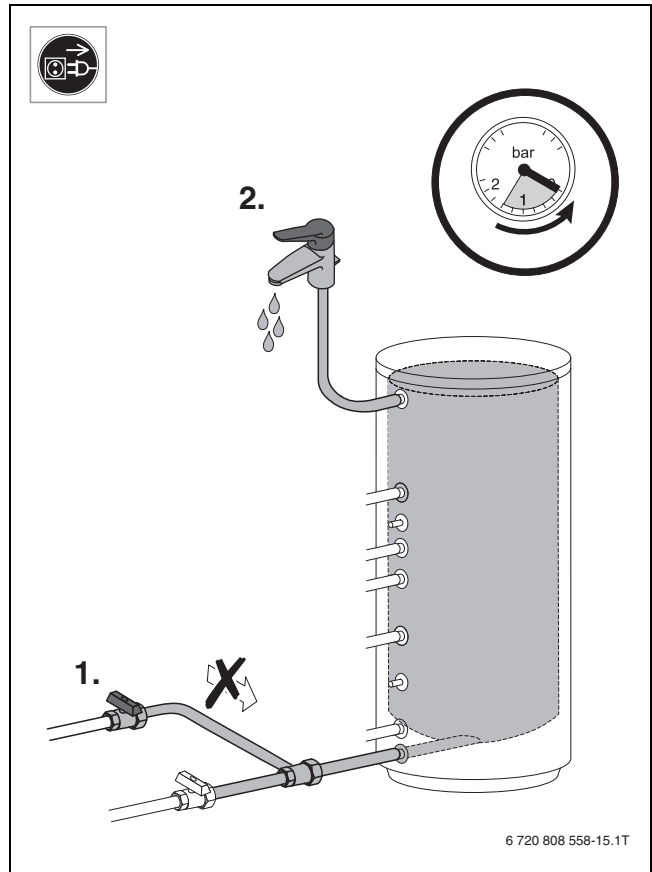

Fig. 22
- ▶ Сбросьте давление в баке-водонагревателе (→ рис. 22, стр. 72).